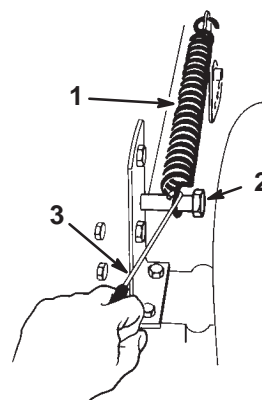

Figure 37
8. Décrochez le boulon de fixation du ressort compensateur de hauteur de coupe (Fig. 37), à l'aide du crochet fourni avec le tracteur.
22. Mettez le levier de hauteur de coupe en position "D". Accrochez le ressort de compensation au boulon de fixation pour ne pas le perdre (Fig. 37).